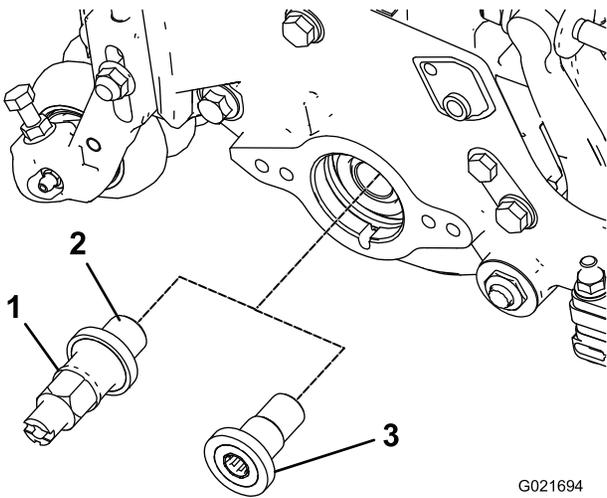

**Figure 8**
15. À l'aide de l'outil pour arbre d'entraînement de cylindre, déposez l'insert cannelé du côté moteur de cylindre de l'arbre de cylindre (Figure 8).
16. Posez le nouvel insert d'entraînement cannelé (plus long) sur l'arbre de cylindre (Figure 8). Appliquez du Loctite 242 (bleu) sur les filets de l'insert avant la pose. Serrez-le à un couple de 115 à 128 Nm.
17. Remplissez l'extrémité de l'insert de graisse universel (Figure 8).
19. Posez le nouvel insert d'entraînement cannelé (plus long) sur l'arbre de cylindre (Figure 8). Appliquez du Loctite 242 (bleu) sur les filets de l'insert avant la pose. Serrez-le à un couple de 115 à 128 Nm.